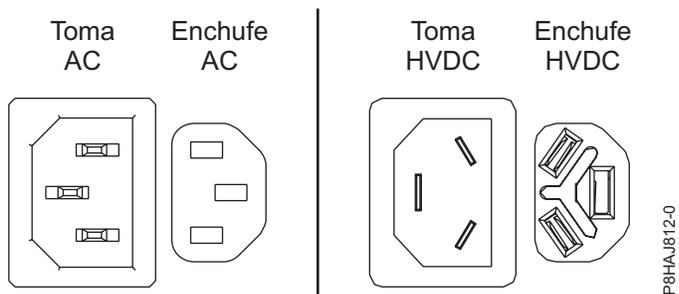
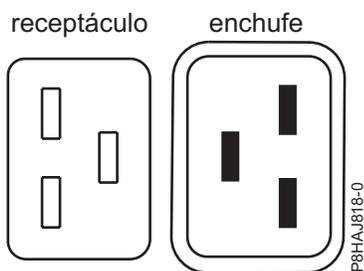
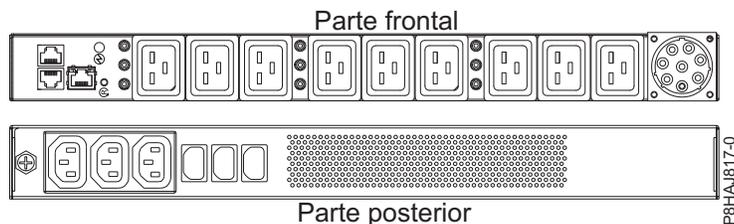

Figura 16. Conectores de CA y HVDC
Figura 17. Conectores para el sistema 8408-44E
Figura 18. PDU para el sistema 8408-44E
En Figura 16 se muestran los conectores admitidos de corriente alterna (CA) y de corriente directa de alto voltaje (HVDC). En Figura 17 y en Figura 18 se muestran los conectores admitidos y la unidad de distribución de alimentación (PDU) para 8408-44E.